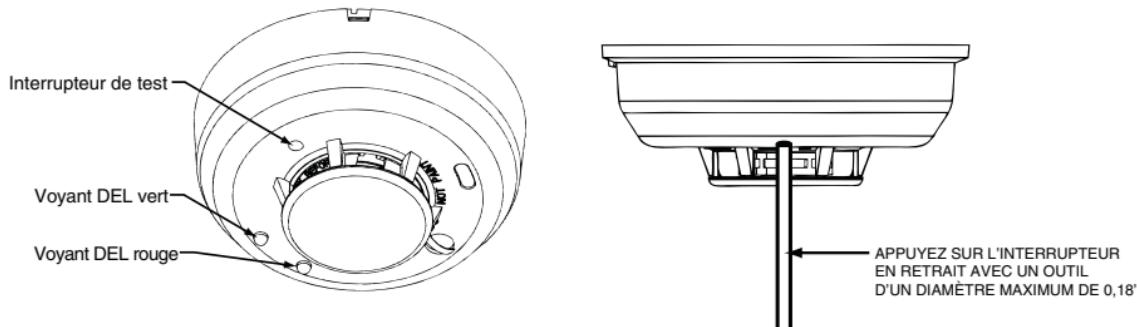

Figure 6: Ouverture de l'interrupteur de test en retrait
1. Un interrupteur de test en retrait se trouve sur le boîtier du détecteur (voir la Figure 6).